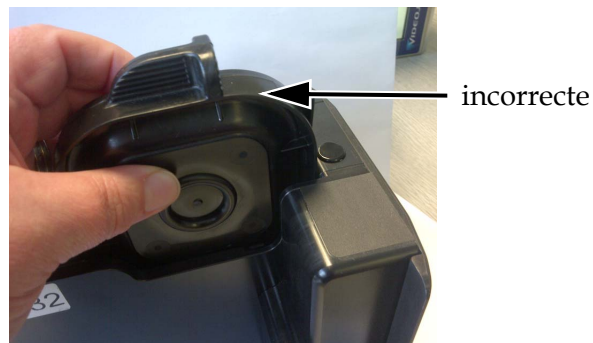

Figure 5-4: Insertion d'une cartouche dans la tête d'impression
- 8 Insérez la cartouche dans la tête d'impression (voir Figure 5-4).